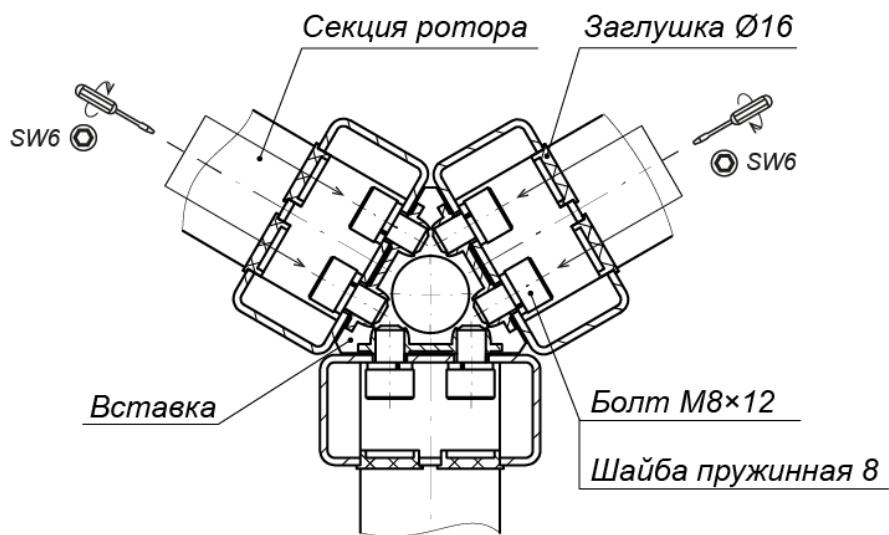

Рисунок 19. Схема соединения секций ротора (1)
- Соедините верхний вал ротора с валом привода исполнительного механизма двумя полумуфтами и четырьмя болтами M8×30 с пружинными шайбами (ключ SW6) (см. рис. 19). Будьте осторожны, полумуфты имеют большой вес, не допускайте их падения во избежание травм!
2. Снимите полумуфты (см. рис. 19), отвернув 4 болта M8 муфтового соединения (4). Будьте осторожны! Удерживайте ротор и полумуфты от падения.